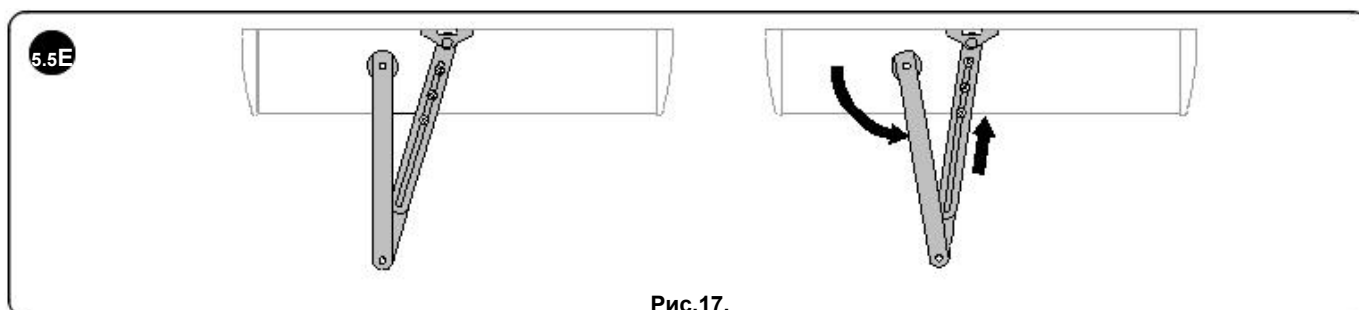

Рис.17.
- Розмістіть підключення в (рис. 9, частина А) на вихідній осі оператора так, щоб перша частина важеля була перпендикулярна поверхні кріплення оператора (рис. 17).
- Закривши стулку, поверніть ту частину важеля, де має бути з'єднання, щоб трохи стиснути пружину (див. Рис. 17).